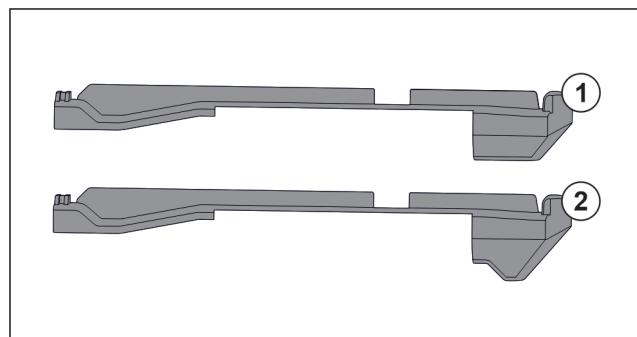

Fig. 69 Порівняння вставних частин
У пристрой є дві різні вставні частини. Вставна частина над самим нижнім висувним ящиком Fig. 69 (2) має трикутний край. Всі інші вставні частини Fig. 69 (1) мають прямий край.
- Розмістити вставну частину Fig. 69 (2) з трикутним краєм над самим нижнім висувним ящиком.
- Розмістити вставну частину Fig. 69 (1) з прямим краєм у всіх інших місцях.